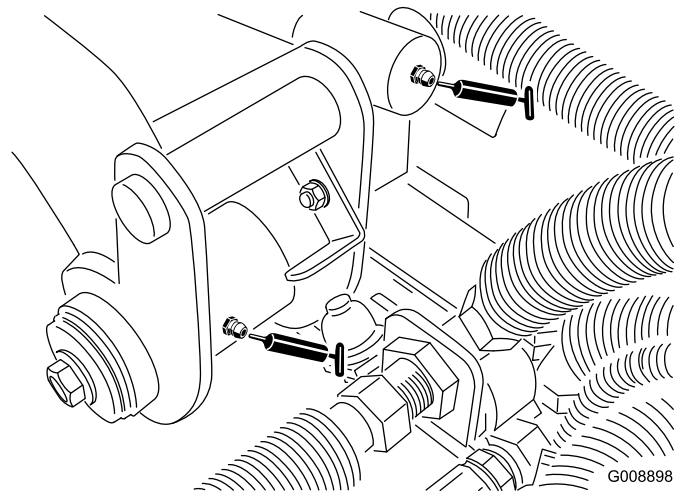

図 51
- ・ 後昇降アームのピボット昇降シリンダ (2ヶ所) (図 51)